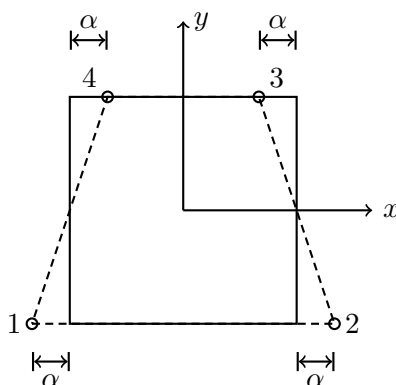

FIGURE 3 – Quadrangle à 4 nœuds sous un chargement de flexion
2. Pour la configuration déformée représentée ci-dessous (Figure 3) :
5. Déterminer les inconnues $a_i \quad \forall i \in 1, 2, 3, 4$ qui correspondent à une situation de flexion pure (conditions (i) et (ii), confère question 3) entraînant le déplacement des sections droites représenté Figure 3. (3 points)
7. En l'absence de force volumique, sous l'hypothèse des déformations planes, les questions suivantes vont permettre de calculer le vecteur force généralisé (efforts de réaction) sur la surface gauche de l'élément Figure 3 générant le champ de déplacement identifié question 5 :